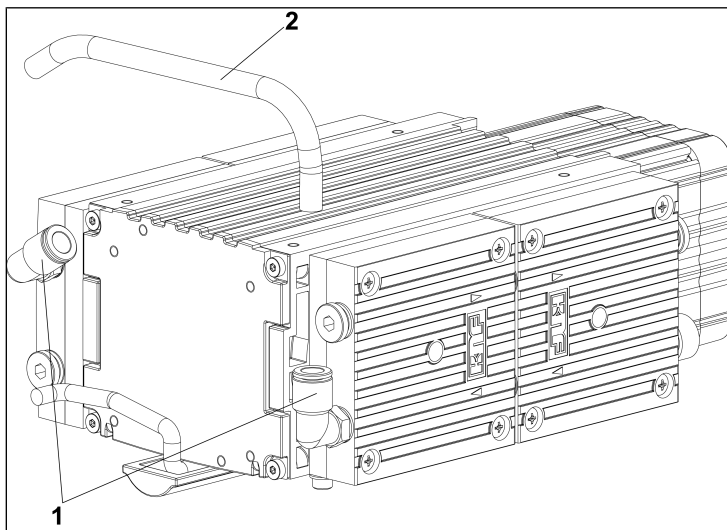

Fig. 5: Smontaggio dell'allacciamento
1. Togliere il flessibile di allacciamento (**2**/Fig. 5) premendo e tenendo premuto l'anello di rilascio (**1**/Fig. 5).
2. Estrarre con cautela il flessibile di allacciamento (**2**/Fig. 5) dall'avvitamento.
- Inserire il tubo di collegamento (2/Fig. 5) nel raccordo a vite fino all'arresto.